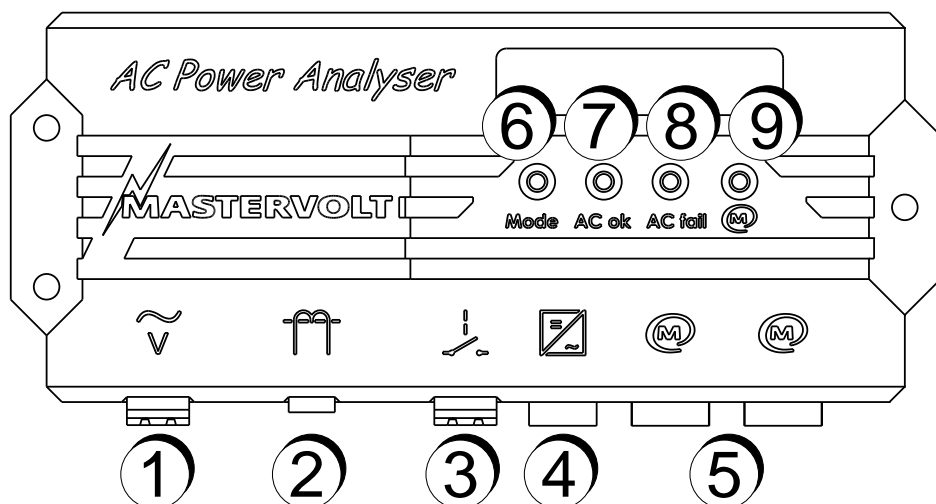

Abbildung 1: AC Power Analyser
- Die Wechselspannung wird über den ersten Anschluss gemessen (siehe Abb. 1, Pos. 1).
- Der Wechselstrom wird indirekt über eine Stromspule gemessen (Abb. 1, Pos. 2). Die Anzahl der Primärspulenwicklungen (Übersetzungsverhältnis) kann bei der Masterbus-Konfiguration (siehe 6.1) ausgewählt werden.
- Ein Relais mit einer maximalen Bemessung von 5 A und 250 V kann über den potenzialfreien Kontakt (siehe Pos. 3 in Abb. 1 und 10) angesteuert werden.
- Ein RJ12-Anschluss (Abb. 1, Pos. 4) gewährleistet die Kommunikation mit dem Mass Sine-Wechselrichter
- Zwei MasterBus-Anschlüsse (Abb. 1, Pos. 5) stellen die Kommunikation mit anderen MasterBus-Geräten sicher, z. B. mit den Überwachungsanzeigen.